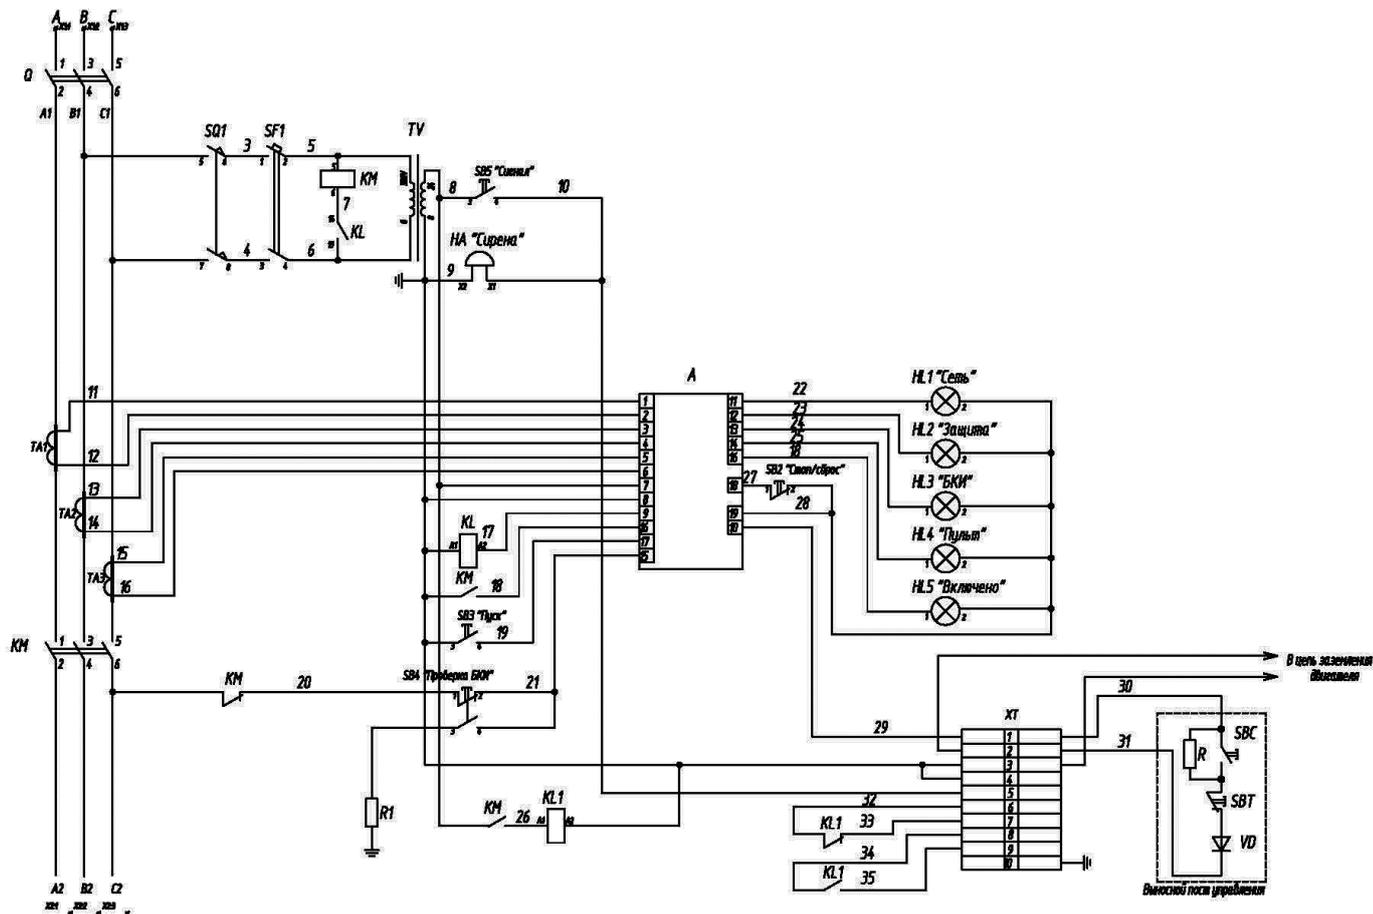

Рисунок 1 Схема электрическая принципиальная ПВРН
2.1 Принципиальная электрическая схема ПВРН и спецификация оборудования приведены на Рис. 1 и таблице 8